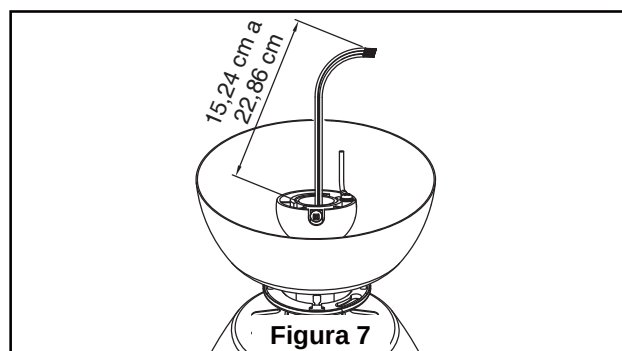

Figura 7
- ☐ 7. Corte el exceso de cable aproximadamente de 15 a 23 cm (6 a 9 pulgadas) por encima de la parte superior del barral. Pele 1,2 cm (1/2") del aislamiento en cada extremo del cable. (Figura 7)